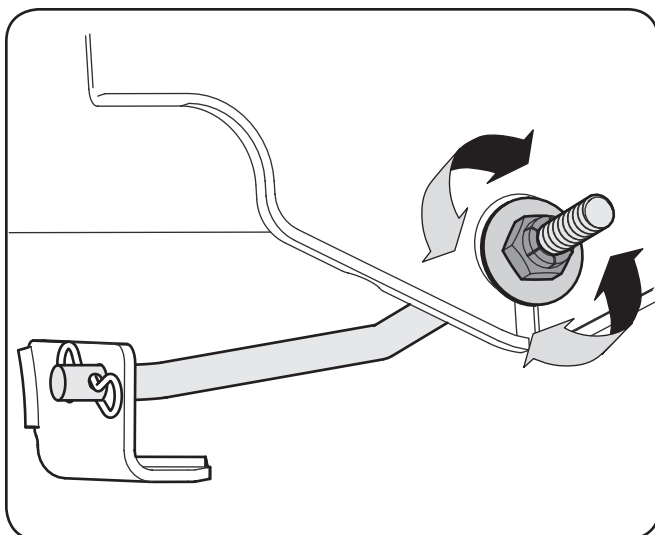

Figura 6-3
3. Localice la contratuerca y la tuerca de seguridad que se encuentran en la parte delantera de la ménsula estabilizadora. Vea la Figura 6-3. Después de aflojar la contratuerca: